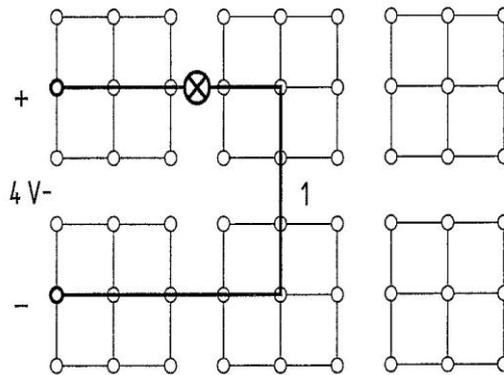

Figura 5.3: Conexión en serie de dos lámparas parte 1
1. Realizar el montaje de la Figura 5.3.